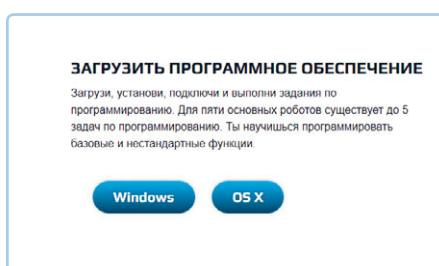

Рис. 1.9. Выберите используемую операционную систему, Windows или macOS
- На следующей странице выберите операционную систему (рис. 1.9). Если вы используете операционную систему Windows XP/Vista/7/8/10, нажмите кнопку **Windows** и сохраните установочный файл на компьютер. Если вы используете операционную систему macOS версии 10.6 или более поздней, нажмите кнопку **OS X**.